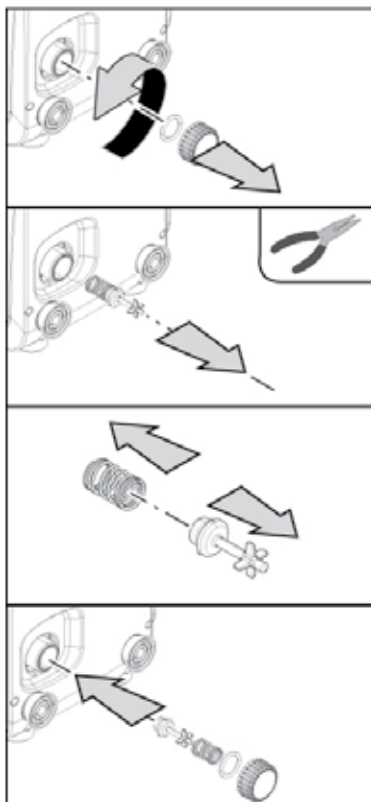

Abbildung 18
3. den Auslassdeckel an der Seite E abnehmen, ohne den O-Ring fallen zu lassen (Abb.18);